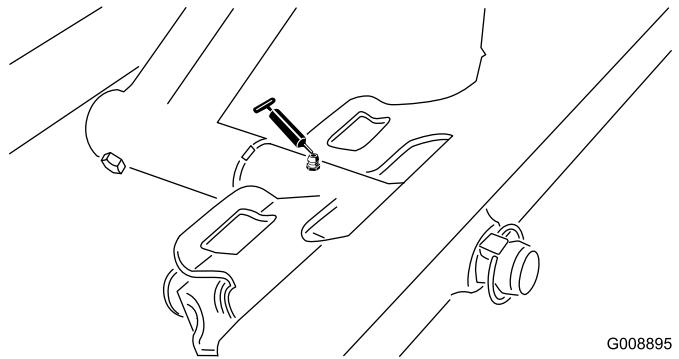

Bild 32
- Drehbüchsen am vorderen Mähwerk (Bild 32)